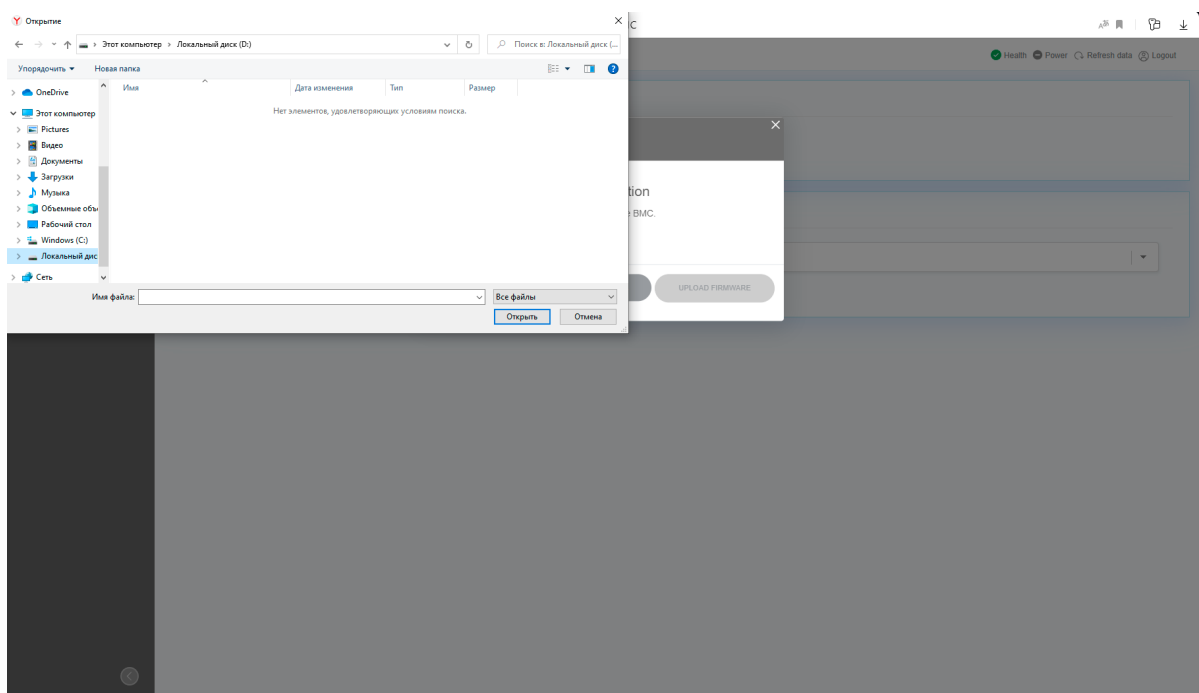

Рис. 85. Выбор директории с новой версией BMC
- 4) В нужной вам директории выберите файл с новой версией обновления BMC. Окно показано на рис. 85 Выбор директории с новой версией BMC.